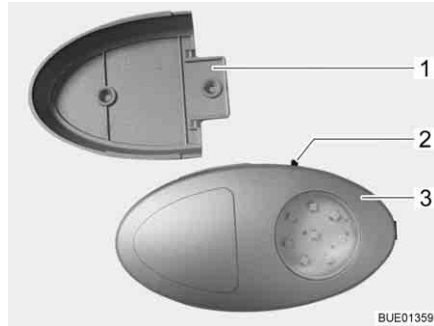

Fig. 65 Eclairage de la penderie
- ▷ Il est possible d'extraire l'éclairage de la penderie de son support vissé (Fig. 65,1) et de l'utiliser comme lampe de poche.
Le bouton Marche/Arrêt (Fig. 65,2) se trouve directement sur l'éclairage de la penderie (Fig. 65,3).